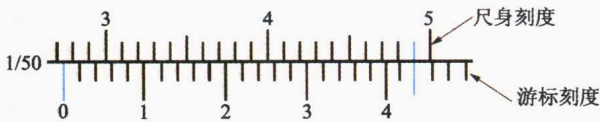

图 1-16 游标卡尺刻度
(2) 游标卡尺读法。如图 1-16 所示，先读尺身标线的尺寸，再加游标尺寸，即为量测尺寸。因为本例为 1/50 mm 精度（即精度为 0.02 mm）游标卡尺，故游标每刻度为 0.02 mm。